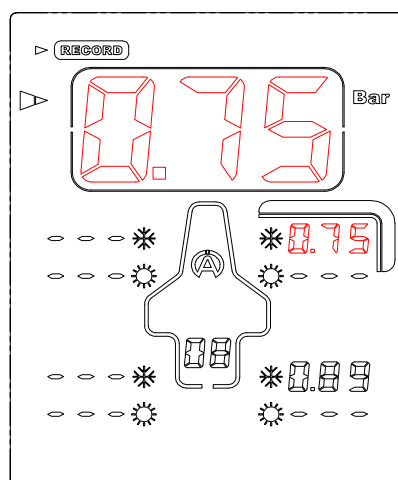

Ilustración 4
- 4) Pulse el botón central  para guardar la presión medida. A continuación el punto de captura que se muestra en la pantalla se desplaza automáticamente a otro neumático siguiendo la secuencia programada en el menú SETUP. En el ejemplo (*ilustración 4*), el aparato se coloca en el neumático delantero derecho.
- 5) Coloque el sensor del Tyrecontrol en la válvula del neumático (*ilustración 4*).